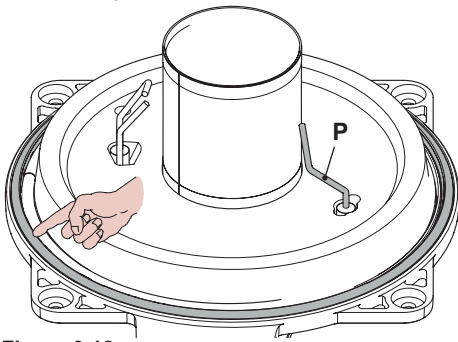
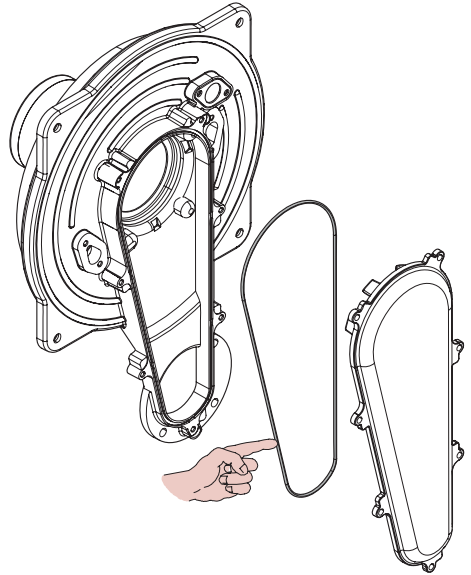

Figura 9.12
Figura 9.13
- La guarnizione in silicone della parete frontale della camera di combustione (Figura 9.12) e la guarnizione del coperchio condotto aria/gas (Figura 9.13) devono essere cambiate se deteriorate e comunque devono essere obbligatoriamente sostituite ogni 2 anni.
- L'elettrodo di rilevazione **P** in Figura 9.12 funge anche da sensore per il corretto scarico della condensa. Se tale elettrodo viene a contatto con acqua di condensa presente all'interno della camera di combustione manda in blocco di sicurezza la caldaia. Pertanto se si trova la coibentazione bagnata o deteriorata provvedere alla sostituzione.